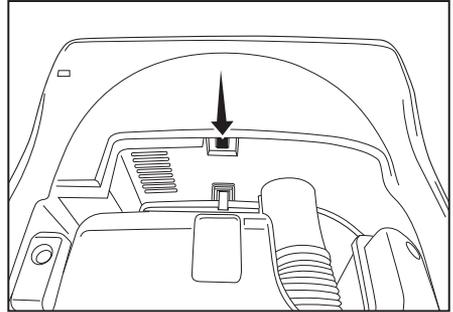

Fig. 1
- Ubique el Botón de Reinicio del Disyuntor que se encuentra debajo de la parte superior de la boquilla (Fig. 1).